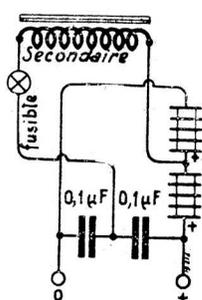

Fig. 7
**Redressement et doubleur de tension :** Le schéma fort simple d'ailleurs, en est donné à la Figure 7. Comme le précédent il utilise deux cellules. Deux condensateurs sont indispensables ici, en dehors du système de filtrage qui suit nécessairement pour l'alimentation des circuits anodiques.